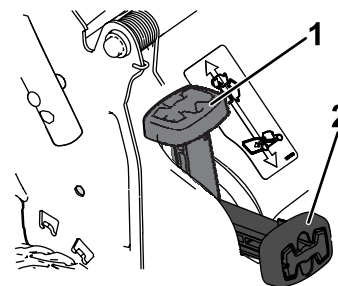

Рисунок 15
- Для сбора скошенной травы и листьев в мешок нажмите кнопку на рычаге включения сбора в мешок и двигайте рычаг вперед, пока кнопка на нем не вернется в исходное положение (Рисунок 15).
**Примечание:** Если травосборник находится на машине, снимите его, прежде чем осуществлять задний выброс скошенной травы; см. раздел Демонтаж травосборника \(страница 18\). Рычаг включения сбора травы в травосборник должен быть в положении режима СБОР в ТРАВСОБОРНИК, как показано на Рисунок 15.